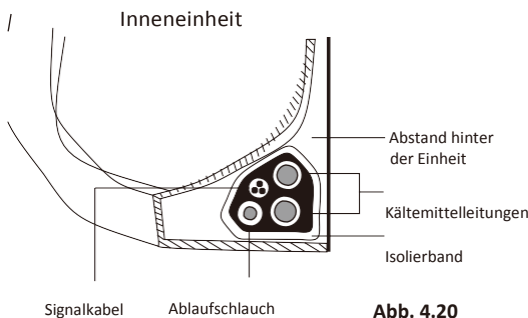

Abb. 4.20
- Bündeln Sie Ablaufschlauch, Kältemittelleitungen und Signalkabel gemäß **Abb. 4.20**.